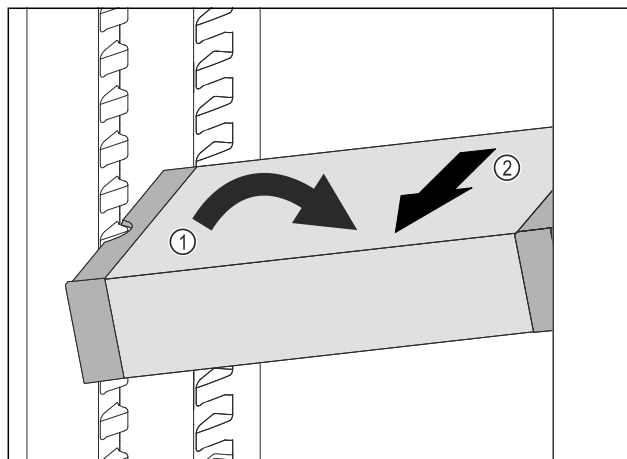

Fig. 143
- ▶ Aseta VarioSafe-vetolaatikko vinossa jääkaappiosassa. Fig. 143 (1)
- ▶ Poista VarioSafe-vetolaatikko etukautta. Fig. 143 (2)